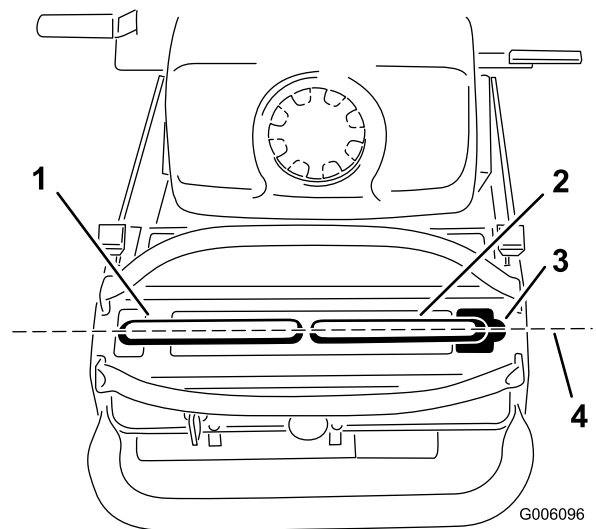

Bild 46
Wichtig: Stellen Sie sicher, dass die Spur des Rasenmähers nach dem Einstellen der Fahrtriebshebel richtig ist. Nach dem Einstellen der Spur können die Fahrtriebshebel ggf. nicht richtig in der Längsrichtung ausgerichtet sein (Bild 46).
1. Prüfen Sie nach dem Einstellen der horizontalen Ausrichtung die Ausrichtung in Längsrichtung (Bild 46).